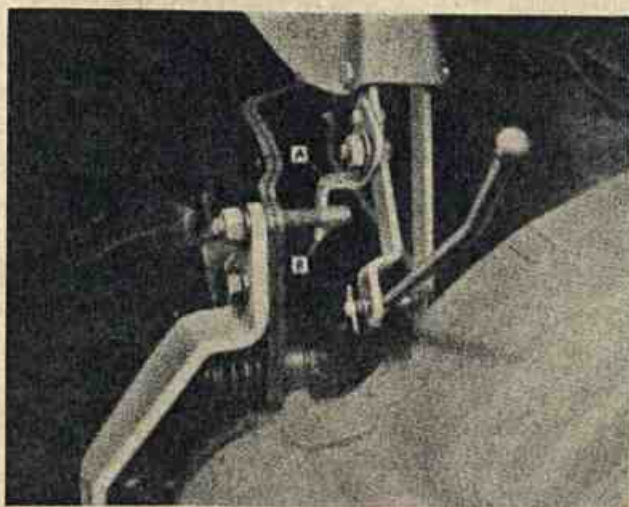

Fig. 90 — Ajustamento do estrangulador.
- 3 — Calca-se o pedal do arranque completamente e ajusta-se a alavanca A (fig. 90) do estrangulador para retirar a folga entre a alavanca e o pino B.